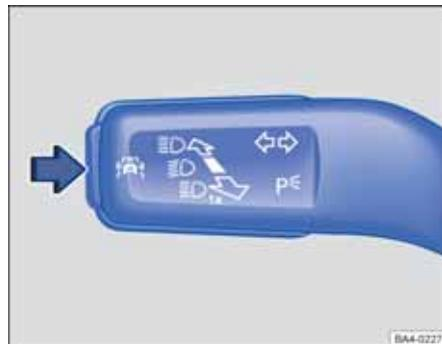

图 17 转向柱左侧转向信号灯和远光灯操纵杆：驾驶辅助系统的按钮
- 按图示箭头方向按压按钮⇒图 17，打开驾驶辅助系统菜单。